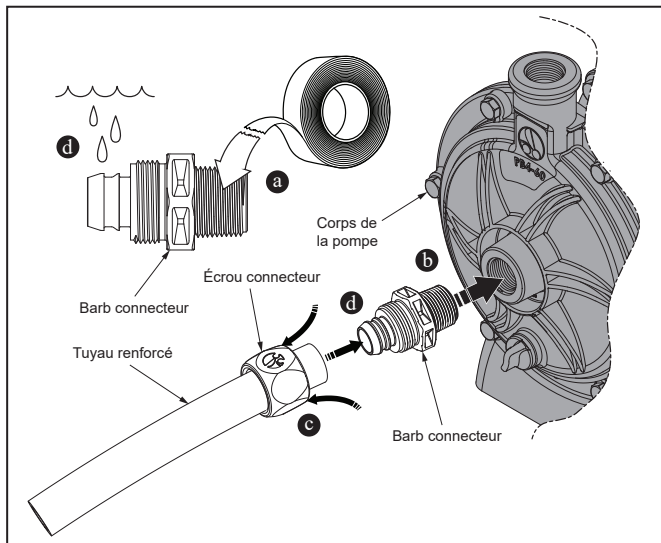

Figure 5. Préparation et installation de barbelure et écrou de connecteur à connexion rapide
1. Monter la pompe à l'aide de deux (2) chevilles à expansion pour béton pour garantir la stabilité.
2. Appliquer quatre (4) à six (6) bandes de ruban Teflon® sur le filetage conique du raccord cannelé. Se reporter à la figure 5 (a).
3. Visser et serrer le filetage conique du raccord cannelé dans le port de la pompe sur le corps de la pompe. Se reporter à la figure 5 (b).
5. Faire glisser l'écrou du connecteur sur l'extrémité coupée du tuyau avec l'extrémité fileté vers l'extrémité coupée du tuyau. Se reporter à la Figure 5 (c).
6. Appliquer de l'eau sur le raccord cannelé pour aider le tuyau à glisser sur les barbelures. Pousser complètement le bord coupé du tuyau sur le raccord cannelé. Se reporter à la Figure 5 (d).